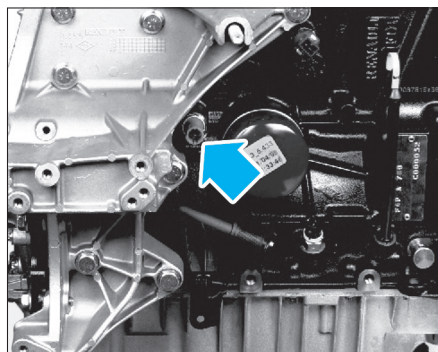

FIG. 27
- Pour le contrôle de la pression d'huile, brancher un manomètre, muni d'un adaptateur, en lieu et place du manocontact (flèche) (fig. 27).